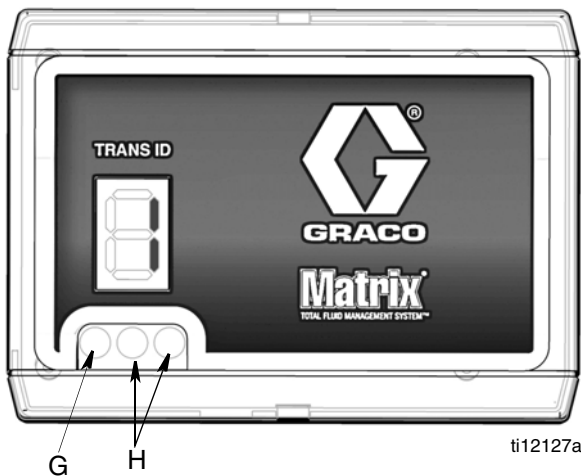

ABB. 7
- Die grüne Betriebsleuchte (G) leuchtet auf; dies bedeutet, dass der Sendeempfänger eingeschaltet ist. Siehe ABB. 7.